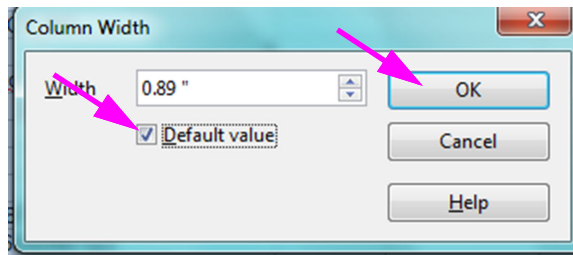

Figura 5-67. Caixa de diálogo Column Width (Largura da coluna)
7. Será visualizada a caixa de diálogo Column Width (Largura da coluna). Consulte a figura 5-67.